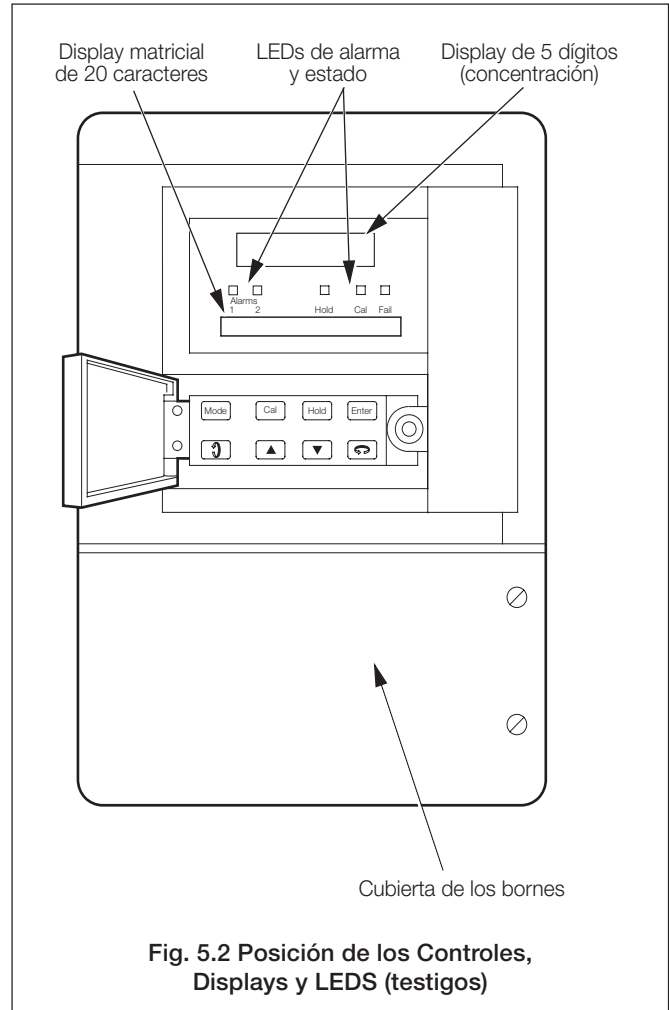

Fig. 5.2 Posición de los Controles, Displays y LEDs (testigos)
5.4 Tablero delantero de control – Fig. 5.2
5.5 Displays – Fig. 5.2
5.6 LED Indication – Fig. 5.2